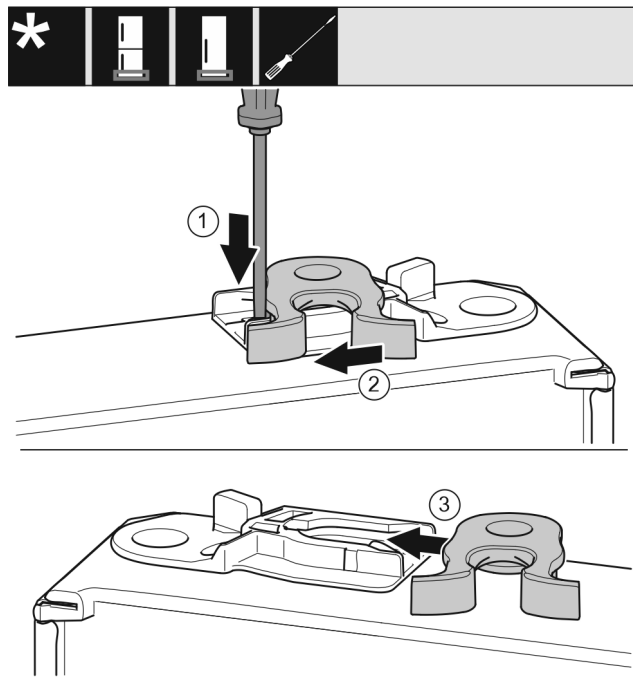

Fig. 24 \*
- Plochým šroubovákem přitlačte lamelu Fig. 24 (1) dolů.\*
- Vytáhněte petlici Fig. 24 (2) z vedení.\*
- Petlici Fig. 24 (3) zasuňte do vedení na druhé straně.\*